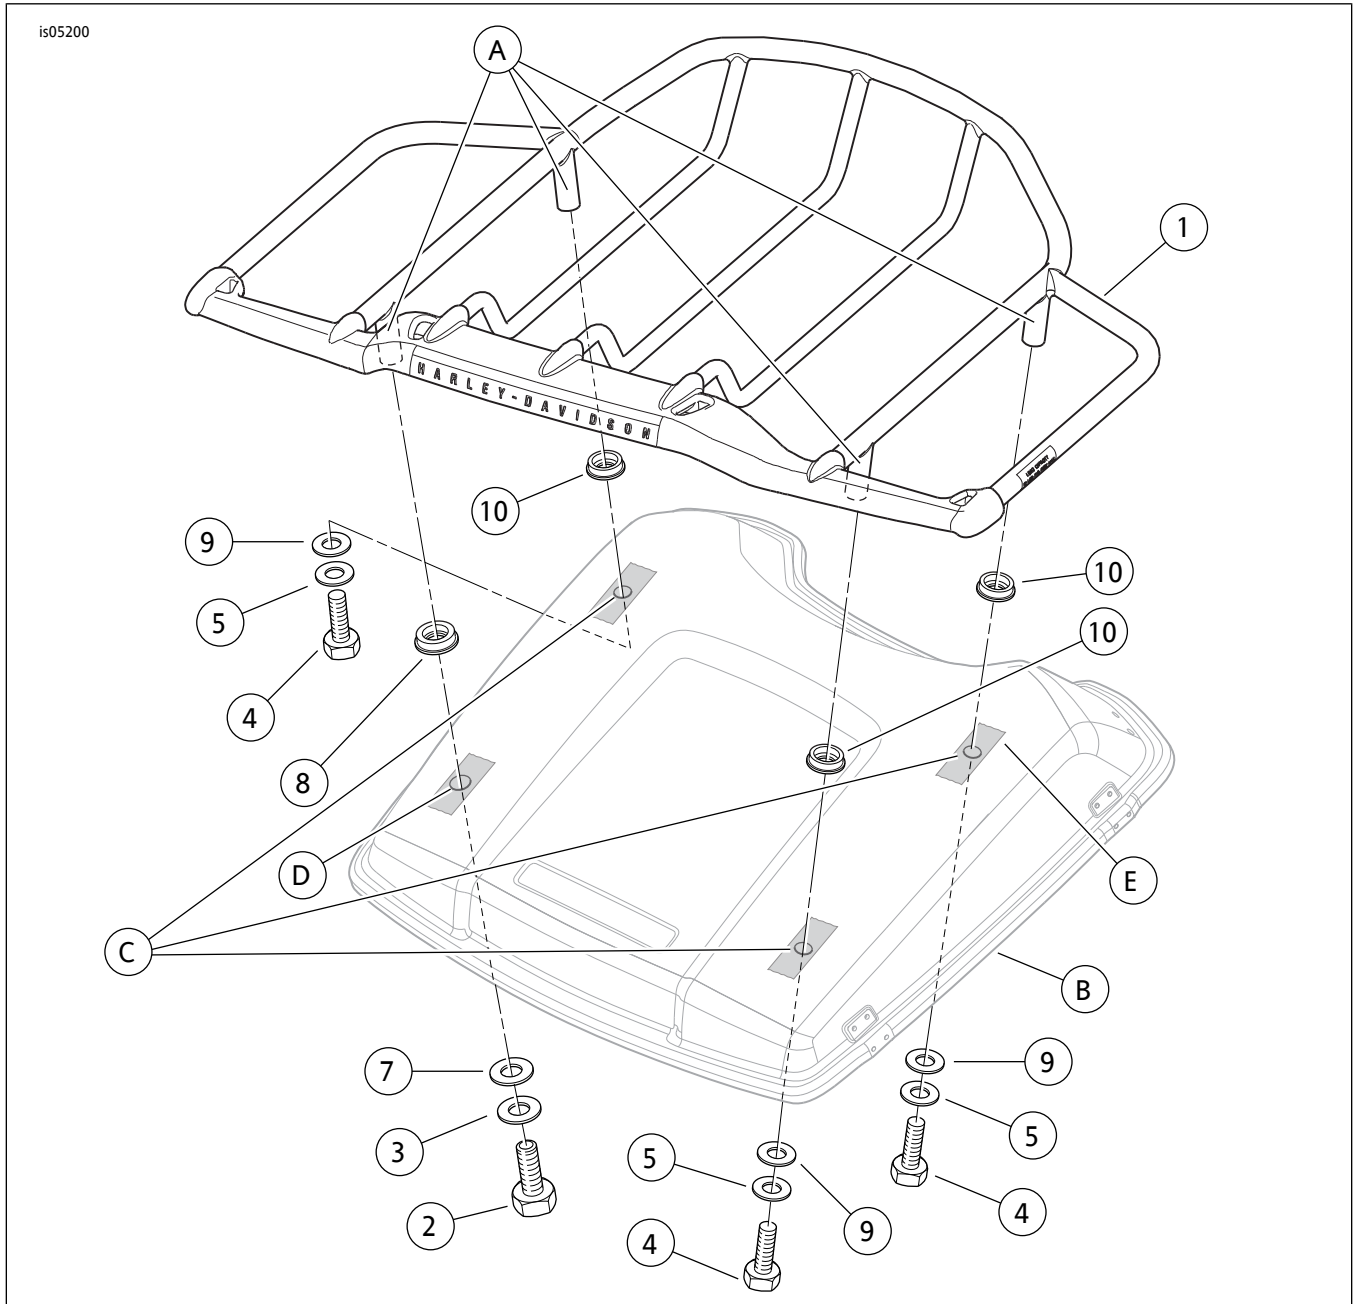

图1。维修零件：Air Wing Tour-Pak盖尾箱架
参见图1和表1。
2. 参见图1。将直径较大的安装垫(8)滑至左后支腿上。将三个直径较小的安装垫(10)滑至其余各安装支腿(A)之上。将尾箱架定位至Tour-Pak盖上所需的位置，使Harley-Davidson(哈雷戴维森)字样处于后部。